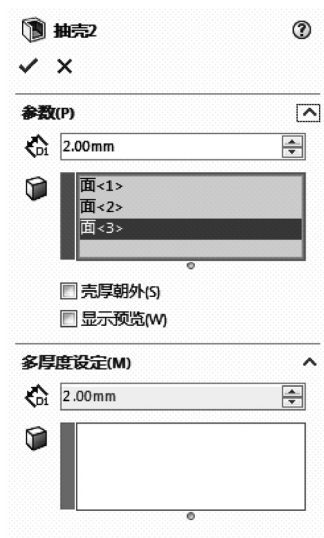
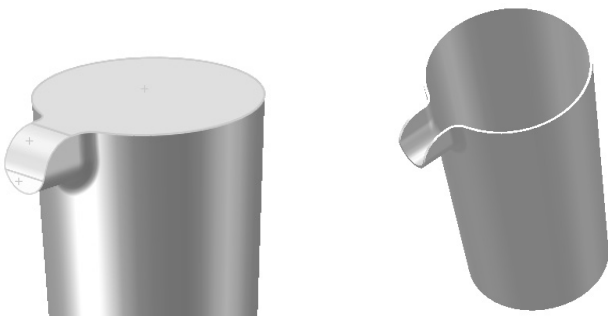

图 6-134 “抽壳”属性管理器
图 6-135 抽壳结果
9) 抽壳处理。单击“特征”控制面板中的“抽壳”按钮，系统弹出“抽壳”属性管理器。输入厚度“2”，在视图中选取图 6-134 所示的面为移除面，然后单击属性管理器中的（确定）按钮，结果如图 6-135 所示。